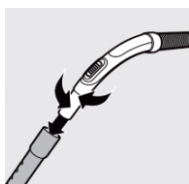

Рис. 3
1. Щоб приєднати трубку до рукоятки шланга, вставте вузьку секцію в ширшу і трохи поверніть її (рис. 3).